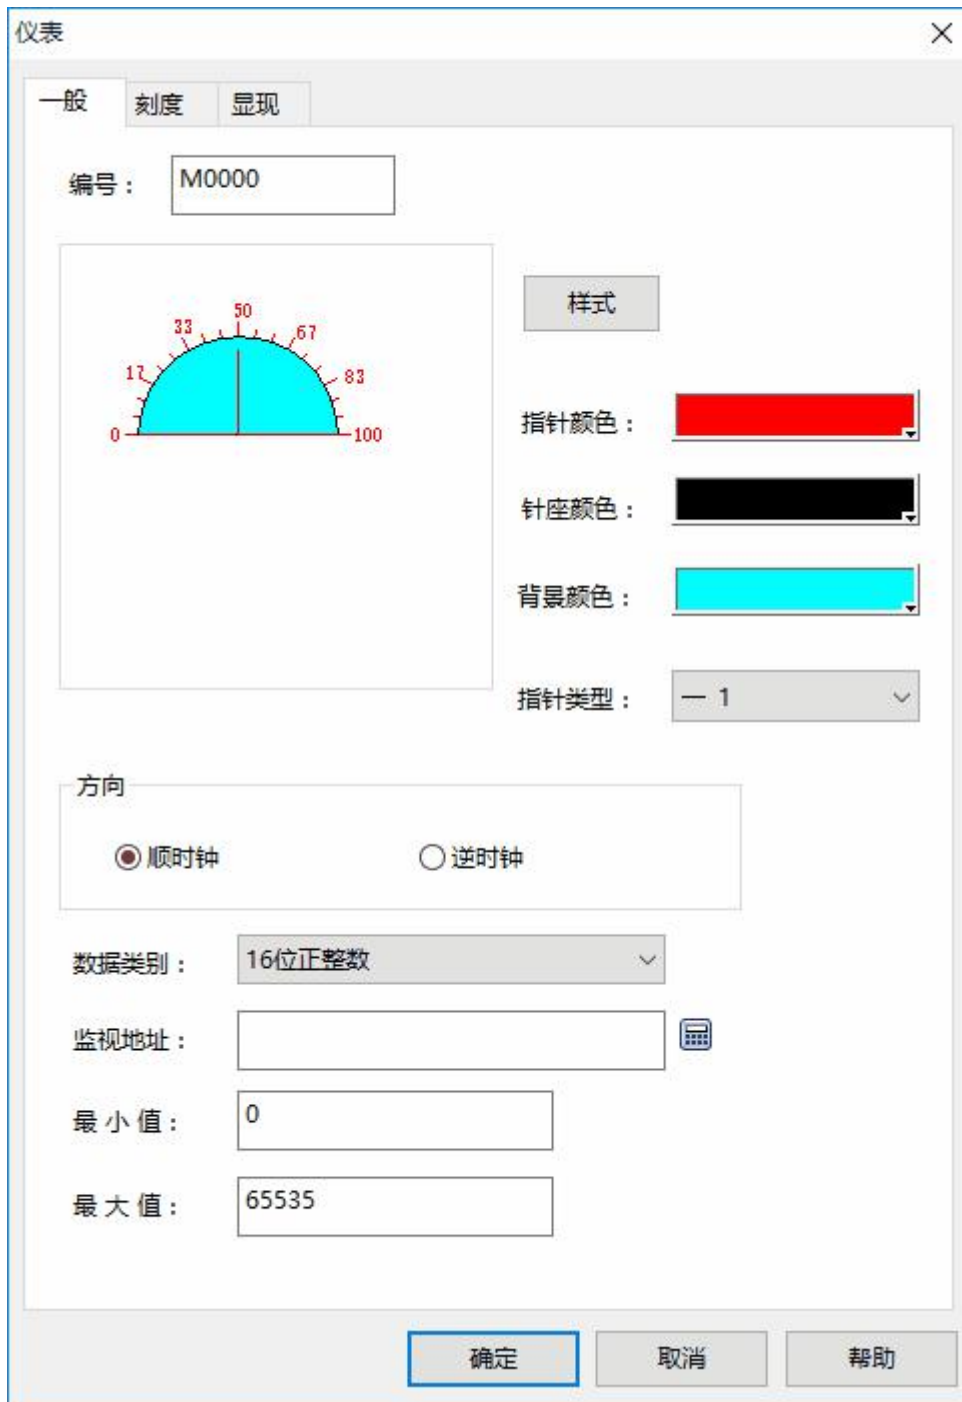

图 4-99 仪表对话框
1.选择右侧工具栏功能控件下的仪表控件图标；弹出如图 4-99 所示对话框：